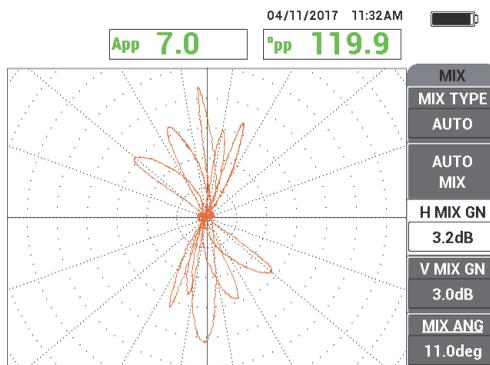

Рис. 5-177 Результат сканирования трубы после перемещения опорного кольца (МИКШ)
3. Просканируйте трубу на наличие дефектов (см. Рис. 5-177 на стр. 267).